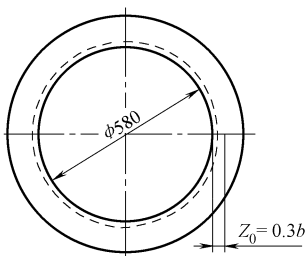

图 2-4
4. 图 2-4 所示工件为用 10 号槽钢弯制，计算其展开长度和质量（10 号槽钢单位长度质量为 8.59kg/m ）。